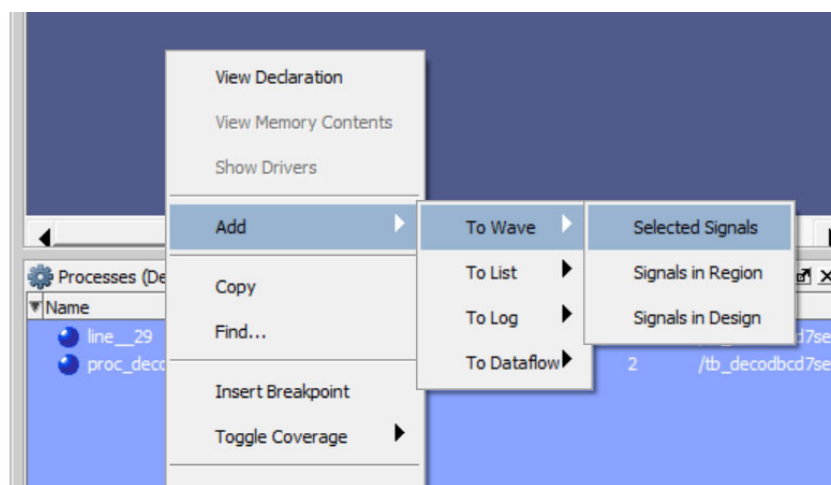

Figura 21.- Preparación del visor de formas de onda
3. Con las señales seleccionadas, active el botón derecho del ratón y, en el menú que se despliega (figura 21), seleccione la opción **Add -> To Wave -> Selected Signals**.